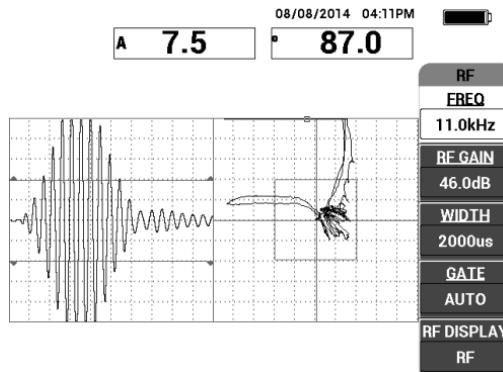

Рис. 6-4 Обнаружение расслоений ближней и дальней зоны
4. Просканируйте расслоения ближней и дальней зоны; убедитесь, что оба дефекта обнаружены (см. Рис. 6-4 на стр. 129).